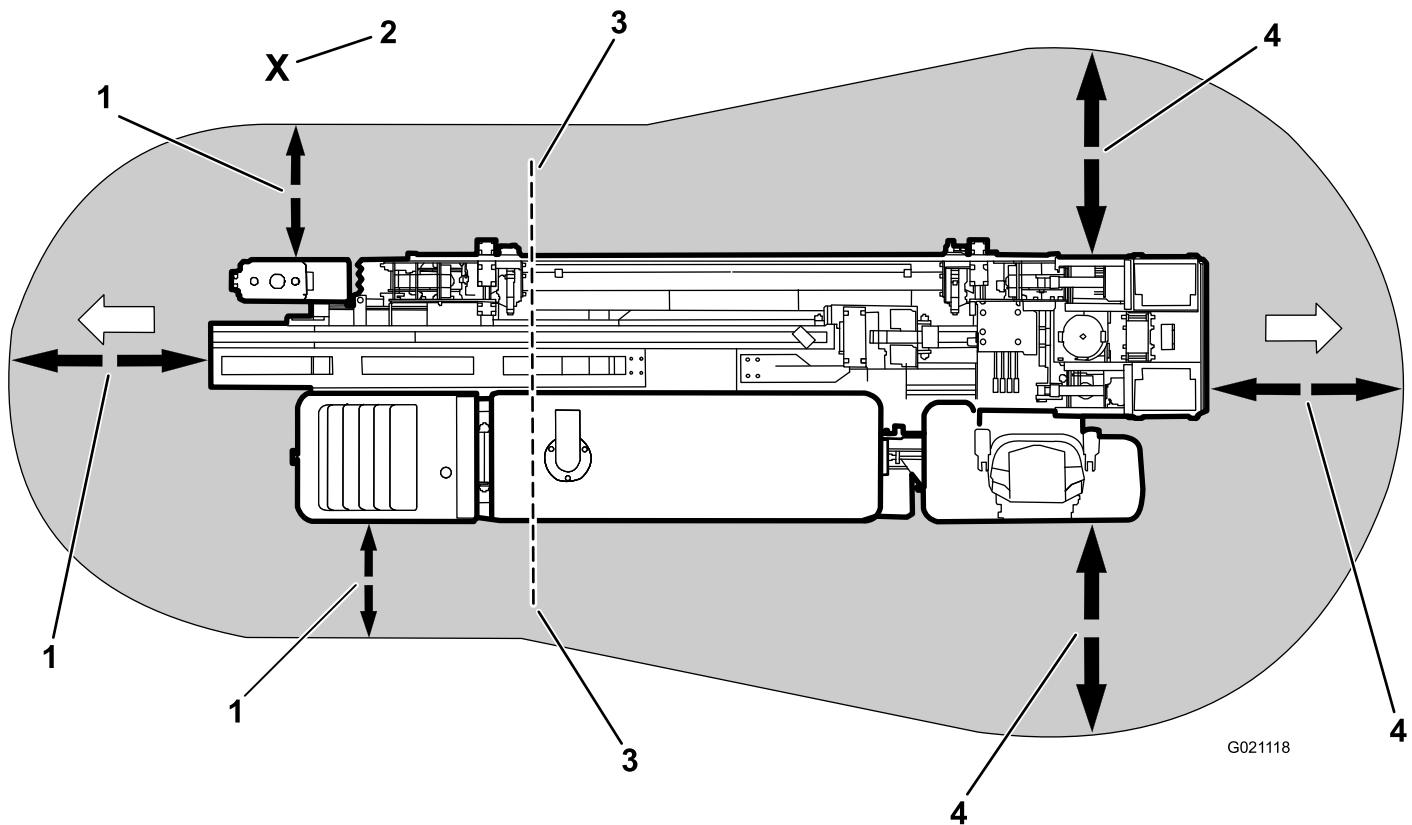

Figura 3
- Opere o controle a cabo na lateral da máquina e fora da zona de perigo (Figura 3).